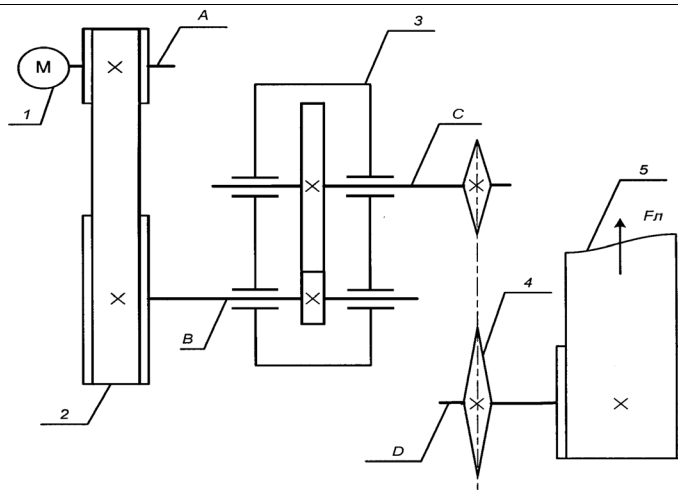

Рисунок 15
9	Перечислить все элементы, изображенные на схеме (рисунок 15) и определить общее передаточное число механизма, если: частота вращения вала (A) равна 1000 об/мин ; вала (B) – 400 об/мин ; вала (C) – 127 об/мин ; вала (D) – 30 об/мин .
10	Определить частоту вращения вала (D) (рисунок 15), если: частота вращения двигателя 1500 об/мин ; передаточное число ременной передачи <math>u = 2,5</math> ; передаточное число цепной передачи <math>u = 3</math> ; количество зубьев ведущего и ведомого колеса соответственно <math>Z = 17</math> и <math>Z = 68</math> .
11	Определить мощность на выходном валу (рисунок 15), если: мощность двигателя равна 12 кВт ; КПД ременной передачи 0,94 ; КПД зубчатой передачи 0,98 ; КПД цепной передачи 0,96 .